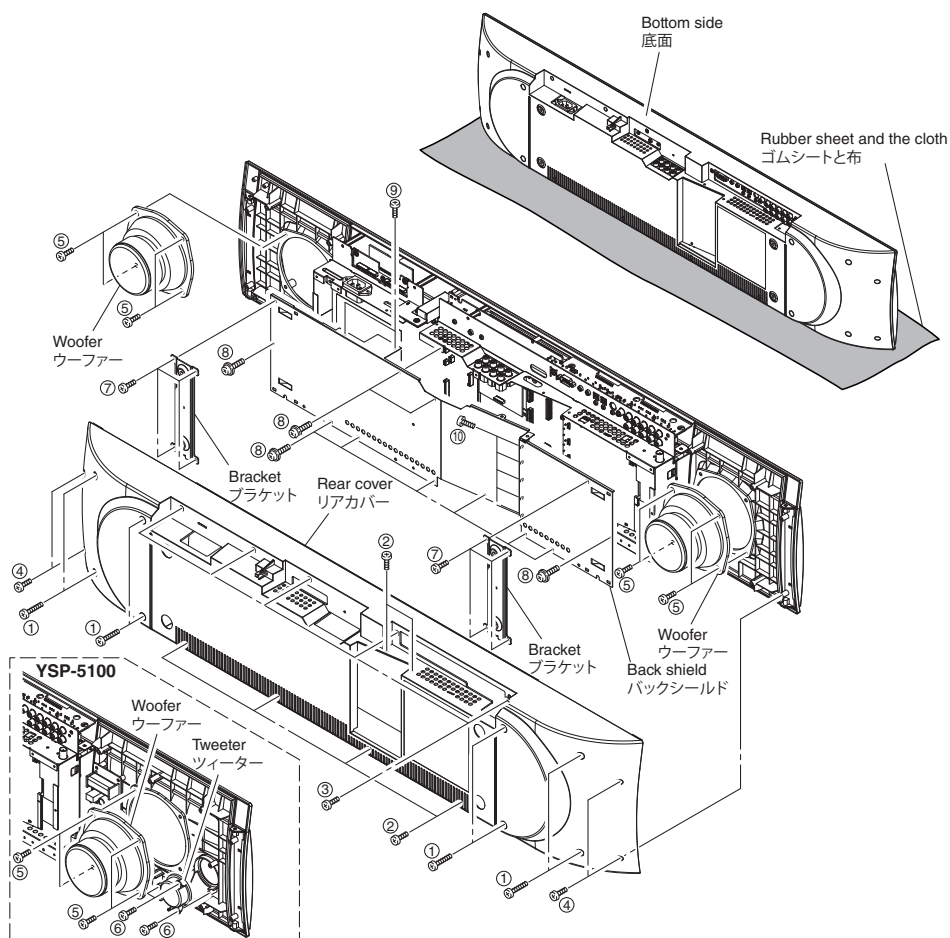

Fig. 1
- Spread a rubber sheet and cloth and place this unit on the cloth with its bottom side up. (Fig. 1)
- Remove 8 screws (①) / 12 screws (YSP-5100) (①). (Fig. 1)
- Remove 7 screws (②), 5 screws (③) and 4 screws (④). (Fig. 1)
- Remove the rear cover. (Fig. 1)
- ゴムシートと布を敷き、本機を底面が上になるように置きます。(Fig. 1)
- ①のネジ8本 (YSP-4100) / 12本 (YSP-5100) を外します。(Fig. 1)
- ②のネジ7本、③のネジ5本、④のネジ4本を外します。(Fig. 1)
- リアカバーを取り外します。(Fig. 1)
- Remove 4 screws (⑤). (Fig. 1)
- Remove the woofer. (Fig. 1)
- ⑤のネジ4本を外します。(Fig. 1)
- ウーファーを取り外します。(Fig. 1)
- Remove 3 screws (⑥). (Fig. 1)
- Remove the tweeter. (Fig. 1)
- ⑥のネジ3本を外します。(Fig. 1)
- Remove 8 screws (⑦). (Fig. 1)
- Remove 2 brackets. (Fig. 1)
- Remove 10 screws (⑧), 2 screws (⑨) and 5 screws (⑩). (Fig. 1)
- Remove the back shield. (Fig. 1)
- ⑦のネジ8本を外します。(Fig. 1)
- ブラケット2個を取り外します。(Fig. 1)
- ⑧のネジ10本、⑨のネジ2本、⑩のネジ5本を外します。(Fig. 1)
- バックシールドを取り外します。(Fig. 1)